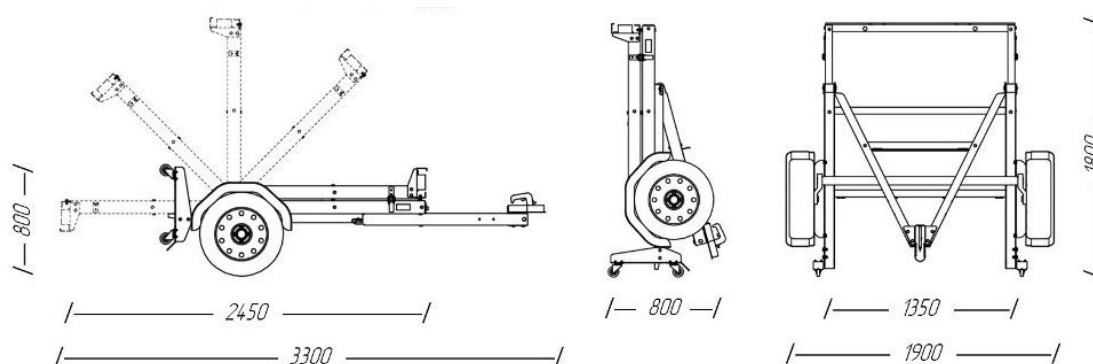

Рис.4 Габариты складного прицепа.
4.1 Складная конструкция рамы состоит из двух платформ связанных между собой четырьмя петлями (Рис.4). V-образное откидное дышло соединено с передней платформой с помощью двух болтов (шарнирное соединение) и двумя задвижками спереди для фиксации дышла. Задняя платформа крепится на четырех петлях и опирается на два п-образных жестких профиля с задвижками для фиксации платформы в разобранном положении. В сложенном виде платформа фиксируется с помощью двух защелок. Для перемещения по гаражу в вертикальном положении прицеп оснащён кронштейнами с четырьмя колесами с тормозами.
5.1. Складная конструкция изображена на Рис.4. Более подробно со складной конструкцией можно ознакомиться на сайте www.rafer.su.